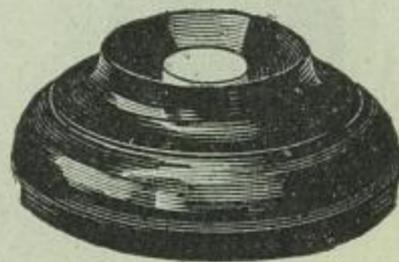
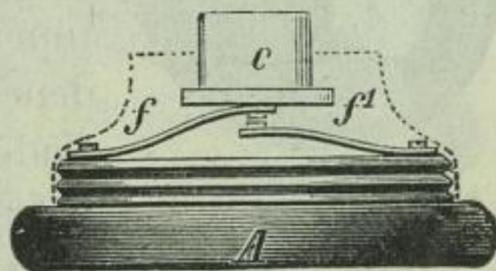
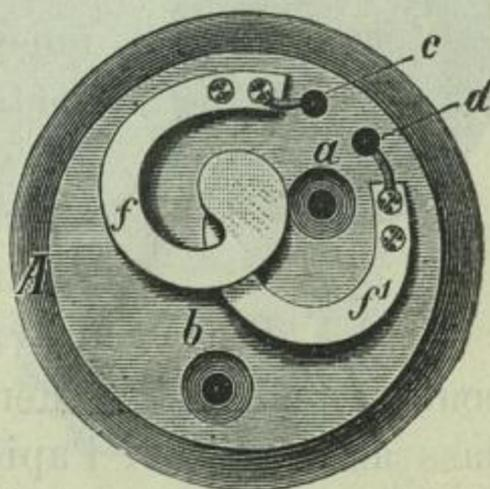

Fig. 100.
Fig. 101.
Fig. 102.
I. Der einfache Druckknopf, der am meisten angewendete feste Contact, ist in Fig. 100 in perspectivischer Ansicht und in Fig. 101 und 102 in einzelnen Theilen dargestellt. Derselbe besteht aus einer Grundplatte *A* mit 2 Löchern *a b* zur Befestigung auf einer hölzernen Grundlage (Holzwand, Dübel etc.) mittelst Holzschrauben, zwei schneckenförmig gebogenen Contactfedern *f* und *f*1, die je mit zwei Schrauben auf der Platte befestigt sind. Am festen Ende der Federn *f f*1 sind ferner die Löcher *c d* gebohrt, durch welche die Drähte von hinten durchgezogen werden können, die mit den blank gemachten Enden zwischen die Contactfedern und den nächsten Schraubenkopf festgeklemmt werden (s. Fig. 102). Auf die Grundplatte *A* ist ein ausgehöhlter Deckel aufgeschraubt, der die Federn etc. bedeckt und gleichzeitig dem auf der Feder *f* ruhenden Druckknopfe *c* die Führung giebt. Die Fig. 101 zeigt die Grundplatte mit den gestreckten Federn *f* und *f*1. Wie man sieht, berühren sich die Federn *f* und *f*1 im Ruhezustande nicht. Drückt man aber auf den Knopf *c* und damit die Feder *f* nach unten, so wird der Stromkreis geschlossen, der